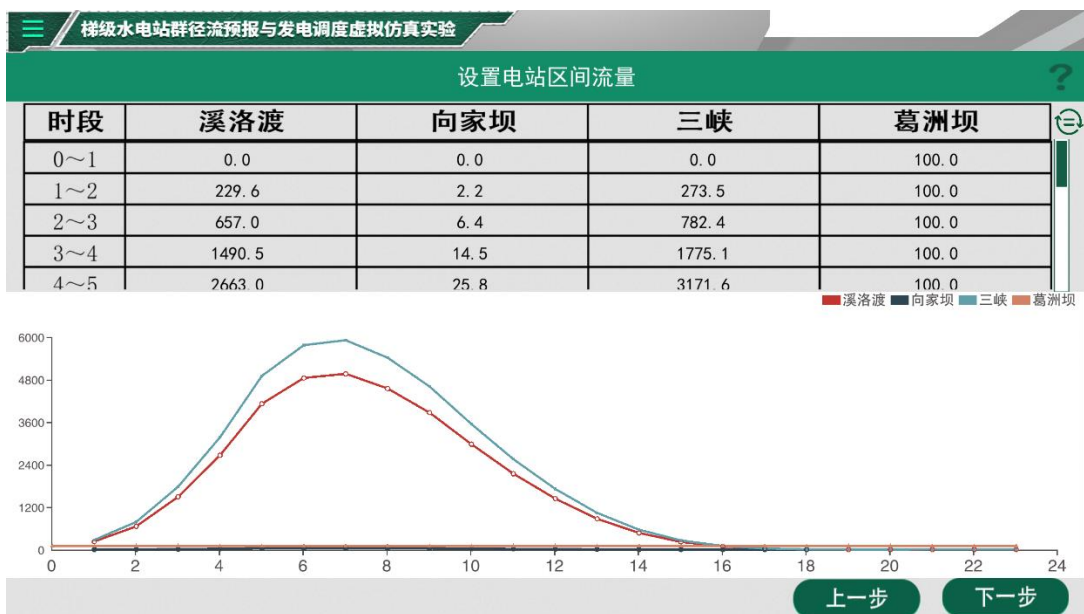

图 4-32 区间流量设置界面
**步骤 14:** 设置区间流量，预设值为降雨径流预报结果，若对预报结果不满意，可以手动修改区间流量（如图 4-32）